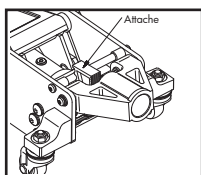

Figure 1
1. Avant l'assemblage, enlevez soigneusement l'attache fixée à la douille du manche. **Attention** : La douille aura tendance à sauter vers le haut quand l'attache est retirée. Pour éviter de vous blesser, placez une main sur la douille pour contrôler son mouvement pendant que vous retirez l'attache (figure 1).